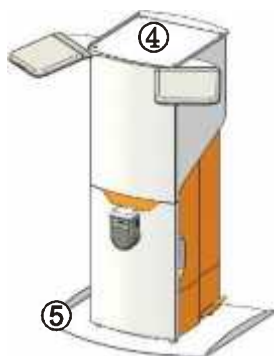

Рис.2
Выкрутить 4 винта и снять поддон (4) с верха УПЗ. Установить Упор, сверху снятый поддон и вкрутить эти же винты, рис.2.